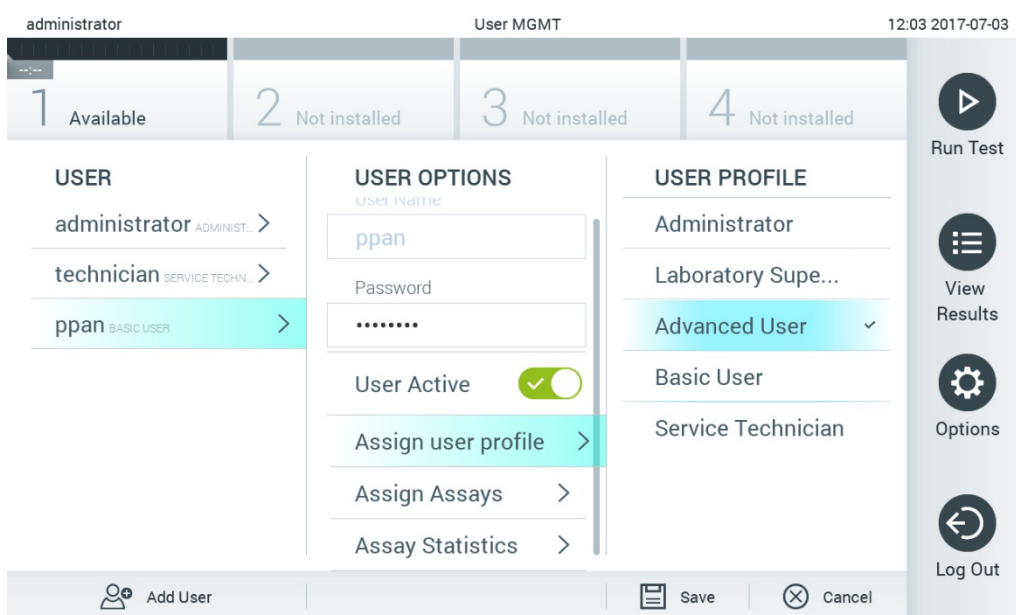

図 60. ユーザープロファイルをユーザーに割り当てる。
- Assign User Profile (ユーザープロファイルの割り当て) : そのユーザーに別のユーザープロファイル (管理者、検査室監督者、アドバンスユーザー、ベーシックユーザーなど) を割り当てることができます。コンテンツエリアの右のリストから適切なユーザープロファイルを選択します (図 60)。